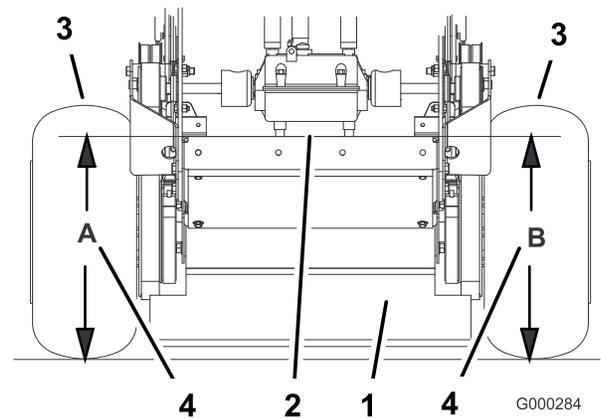

Figura 53
4. Misurate l'altezza della scocca del motore al punto **A** (Figura 53).
5. Misurate l'altezza della scocca del motore al punto **B** (Figura 53).